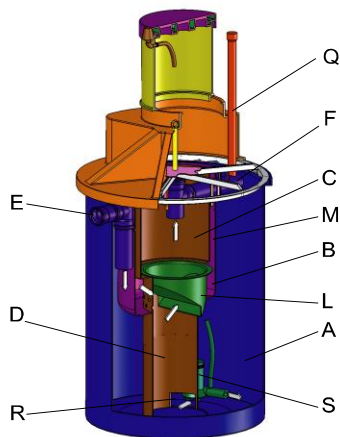

Рис. 5. Аэратор
Очищенная на 50-60% сточная вода самотеком через выходной патрубок поступает на станцию аэрации (Рис. 5).
После предварительной обработки в септике-отстойнике сточная вода через входной трубопровод Е (Рис. 5) поступает в азротенк для дальнейшей очистки. В емкости «А» азротенка вода насыщается кислородом воздуха (аэрируется) при помощи погружного насоса (S).
Аэрированная смесь перетекает из емкости окислирования-нитрификации «А» (Рис. 5) в емкость «В», через первую серию отверстий (Т1), проделанных в верхней части ускорителя (М) и стекает по вертикали вниз. В нижней зоне емкости «В» поток перетекает в емкости (С) и (D) через серию отверстий (Т2).